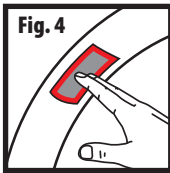

Fig. 4
- 6 Togliere la pellicola protettiva in alluminio ed applicare la pezza sulla superficie trattata con il mastice (Fig.4).
- 6 Remove the protective aluminium foil and apply the patch on the surface treated with putty (Fig 4).
- 6 Retire la película protectora de aluminio y aplique el parche sobre la superficie tratada con el pegamento (Fig.4).